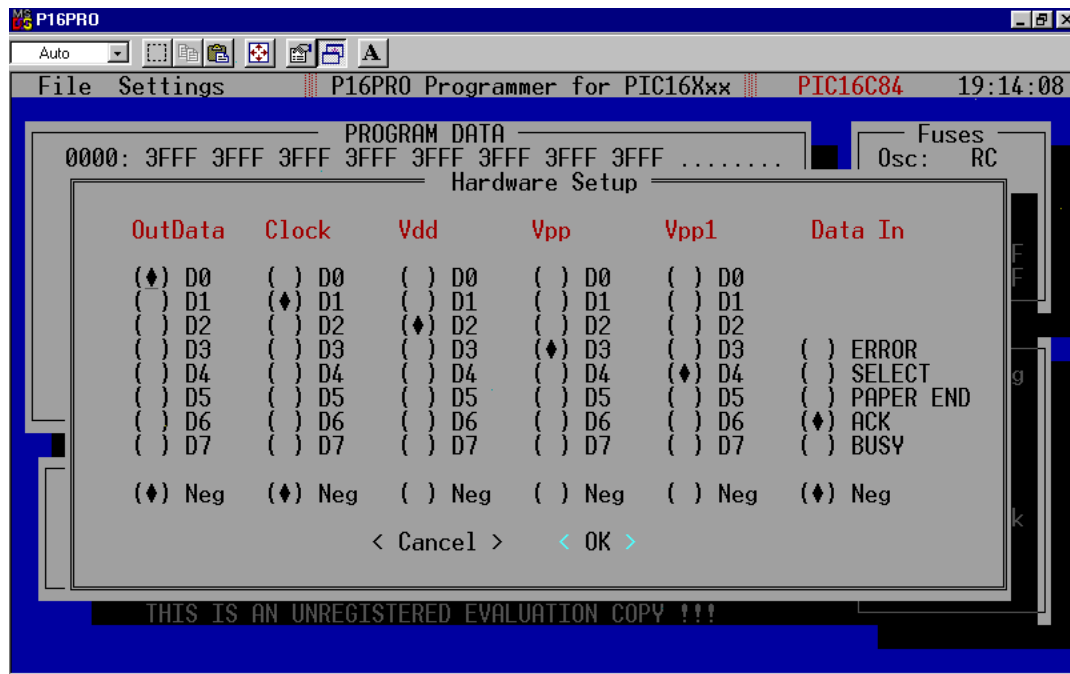

Figura 7.3: Configuración del programador.
La primera operación a realizar consiste en configurar los parámetros en función de su programador. Para esto, vaya al menú Settings y sitúese en Other por medio de las teclas de desplazamiento del cursor (FlechaArriba/FlechaAbajo). Entonces puede usted seleccionar el puerto paralelo al cual se encuentra conectado su montaje. Con este fin, desplace el cursor sobre el nombre del puerto apropiado y hágalo pasar de inactivo a activo por medio de la barra espaciadora. Pulse OK para validar y después vuelva al menú Settings, pero esta vez vaya a Hardware y asegúrese de que aparece una ventana idéntica a la de la Figura 7.3. En caso contrario, modifique su ventana en consecuencia (según el mismo principio que para la elección del puerto), para obtener la misma que nuestra Figura 7.3, a falta de la cual, su programador no podrá funcionar.
- Ⓜ Hardware: da acceso a la ventana de definición de las diferentes líneas de conexión del programador al PC. Esta ventana debe ser rellenada conforme a la que le presentamos en la Figura 7.3 y no debe modificarse o el programador no funcionará.